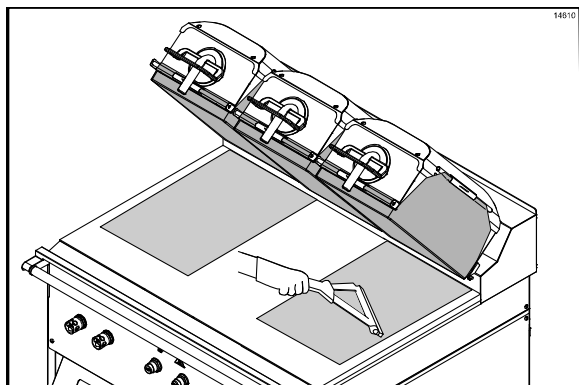

Figure 76
51. Répéter les deux dernières étapes pour la feuille de protection de l'autre côté du gril (Cf. Figure 76).